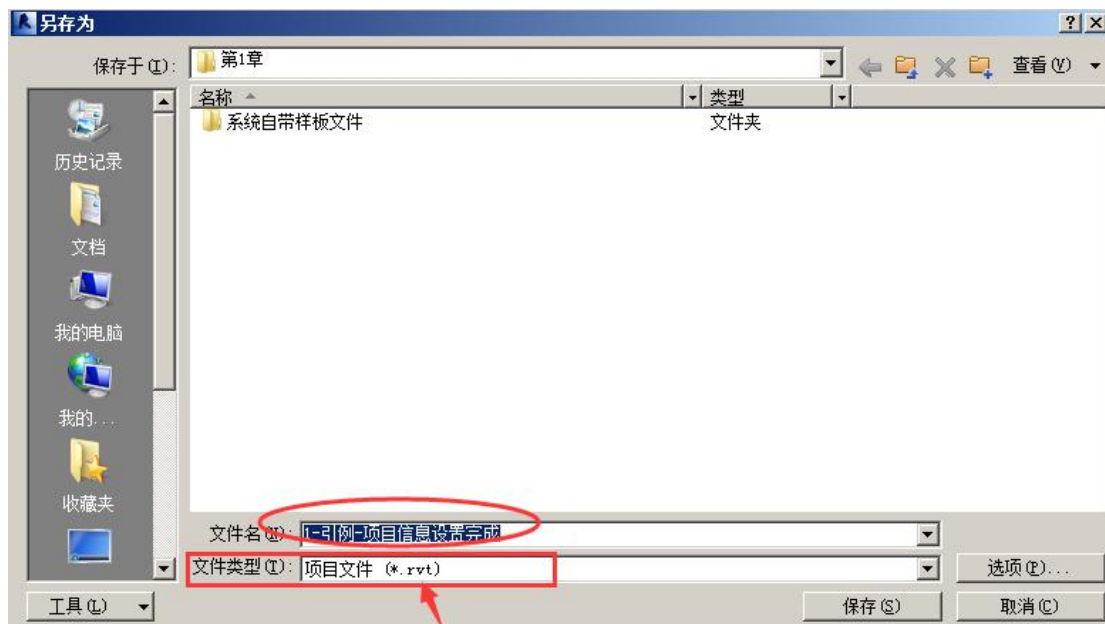

图 1-4 保存
• 点击程序左上角“保存”工具，或使用“Ctrl”+“S”进行保存，设置文件名为“1-引例-项目信息设置完成”，点击“保存”（图 1-4）。